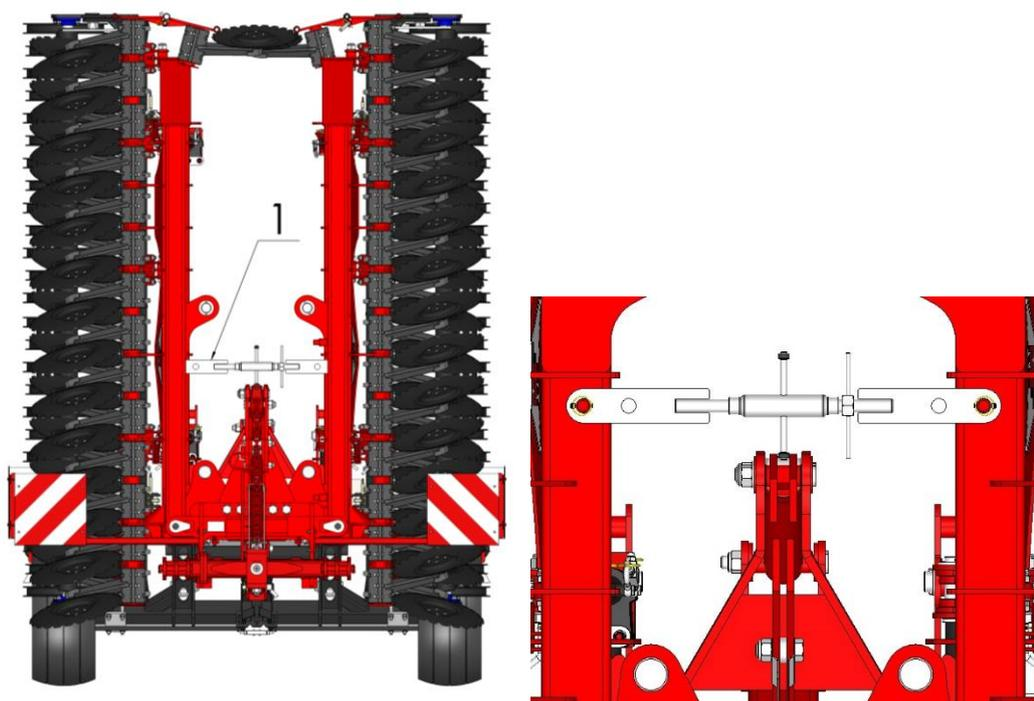

Рис. 4. Транспортное положение с соединительной штангой
- сложить силовой агрегат в транспортное положение и закрепить его с помощью стяжки-бабочки - рис. 4;